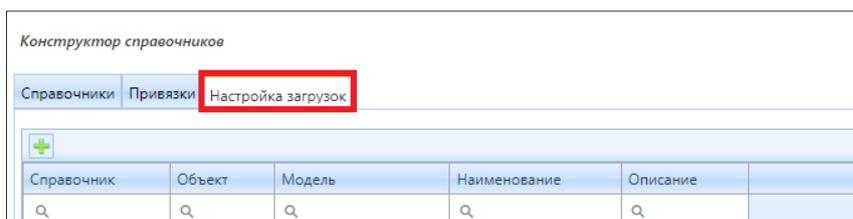
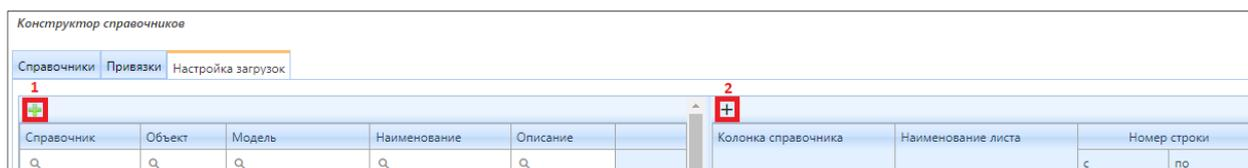

Рисунок 4.8.10 – Переход во вкладку «Настройка загрузок»
Рисунок 4.8.11 – Подраздел «Конструктор справочников»
2. В открывшемся подразделе необходимо перейти во вкладку «Настройка загрузок» (рис. 4.8.10).
3. Во вкладке «Настройка загрузок» (рис. 4.8.10) необходимо нажать на кнопку (1) «Добавить» (рис. 4.8.11) и из перечня выбрать доступный к добавлению справочник, который уже был создан администратором Системы.
4. Затем необходимо выбрать добавленный справочник (он выделится серым цветом) и нажать кнопку (2) «Добавить строку» (рис. 4.8.11).